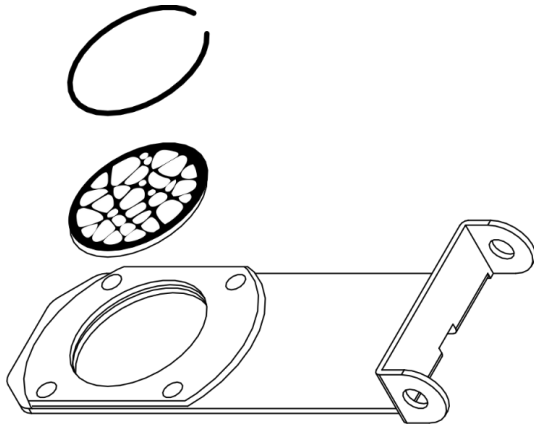

Fig. 16
- 01) Rimuovere l'anello di fissaggio dal **portagobo (08)** con una pinza ad ago o un attrezzo simile.
- 02) Cambiare il gobo metallico. Assicurarsi che il lato verniciato (nero) del gobo sia rivolto verso l'alto, come illustrato nella Fig. 16. Quando viene reinserto nell'alloggiamento del gobo, il lato verniciato (nero) deve essere rivolto verso la **lente(05)**.